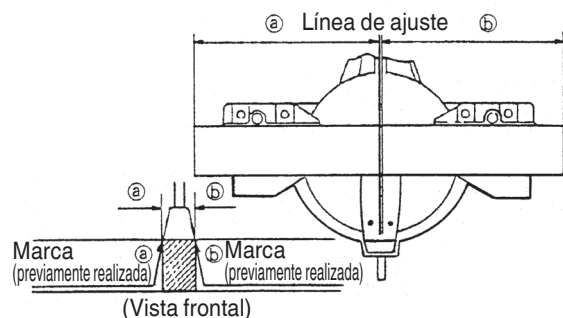

Fig. 22
- (1) Como se muestra en la Fig. 22, la anchura de la hoja de sierra es la de corte. Por lo tanto, deslice la pieza de trabajo hacia la derecha (vista desde la posición del operador) cuando desee la longitud ②, o hacia la izquierda cuando desee la longitud ①.